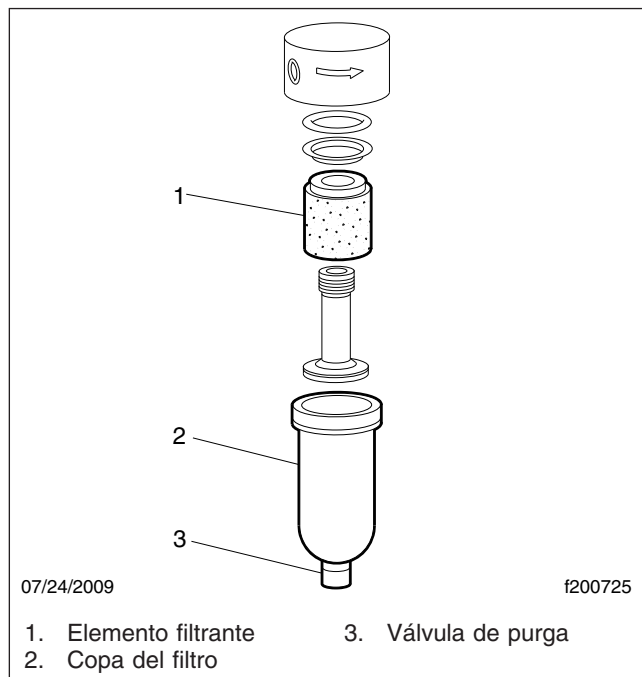

Figura 7, Filtro de aire de la válvula solenoide Horton DriveMaster
- 3.1 Desenrosque el ensamble del filtro de aire de la válvula solenoide del embrague de ventilador, y extraiga el elemento filtrante: vea la Figura 7.